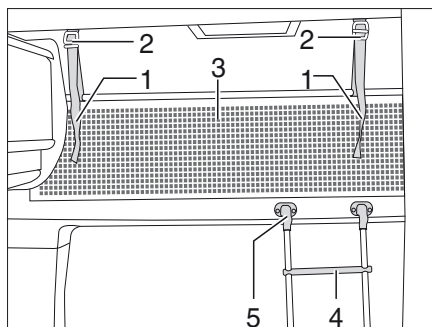

Bild 155 Alkovsäng
För att komma upp i alkovsängen ska man alltid använda den medföljande stegen (Bild 155,4).
- Haka fast stegen med krokarna (Bild 155,5) på alkovramen.
Skyddsnetet (Bild 155,3) är standard. Det ligger mellan madrassen och ribbotten. Skyddsnetet ska först monteras när personerna som ska sova där befinner sig i alkoven.
- Haka fast fästbanden (Bild 155,1) i hållarna i taket (Bild 155,2).